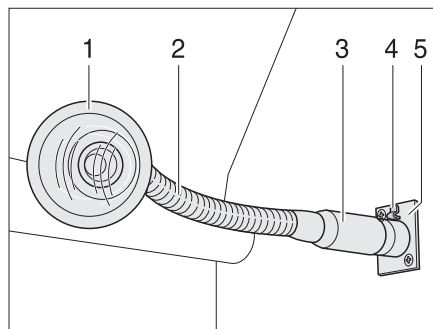

Bild 106 Steckdose mit eingesteckter Leuchte
- Steckleuchte am Fuß (Bild 106,3) fassen.
- Entriegelungsknopf (Bild 106,4) drücken.
- Steckleuchte (Bild 106,1) aus der Steckdose (Bild 106,5) ziehen.
- Steckleuchte am "Schwanenhals" (Bild 106,2) (sofern vorhanden) oder am Gehäuse fassen und schwenken.